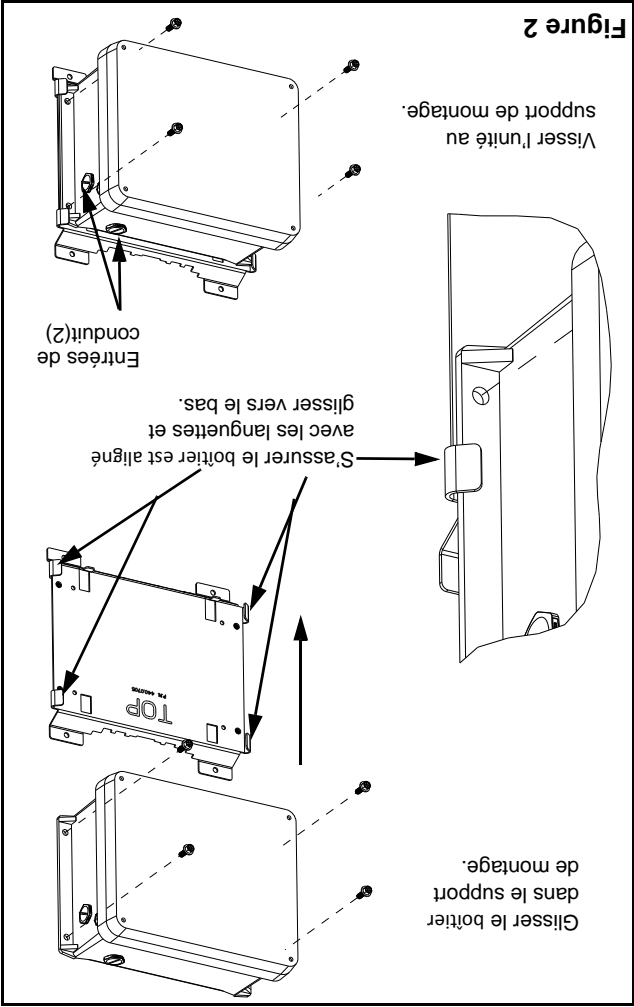

Figure 2
- a. Le support de montage universel est un accessoire qui doit être commandé séparément. (Figure 2).